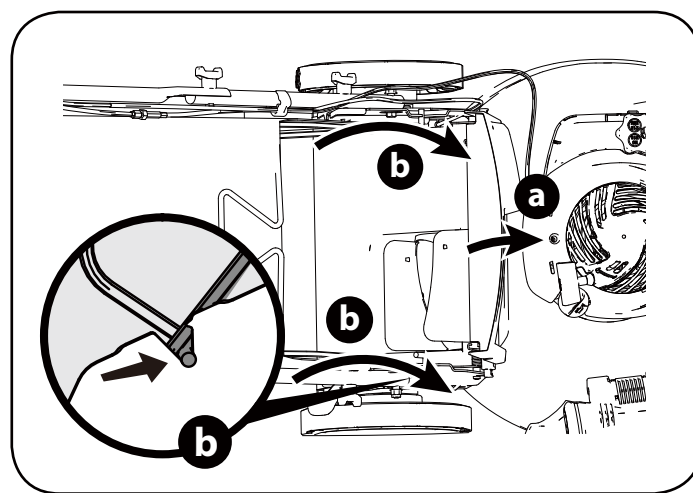

Figura 8
- b. Coloque el recolector de césped en las ranuras de los soportes de la manija. Suelte la puerta de descarga trasera de modo que descansa sobre el recolector de césped. (Figura 8)